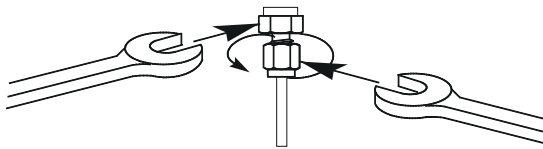

Рис. 15 Окончательное закручивание
- 8 Для фитингов Swagelok 1/8" используйте пару ключей 7/16", чтобы закрутить фитинг на 3/4 оборота (Рис. 15). Для фитингов 1/4" используйте пару ключей 9/16", чтобы закрутить фитинг на 1-1/4 оборота (Рис. 15).